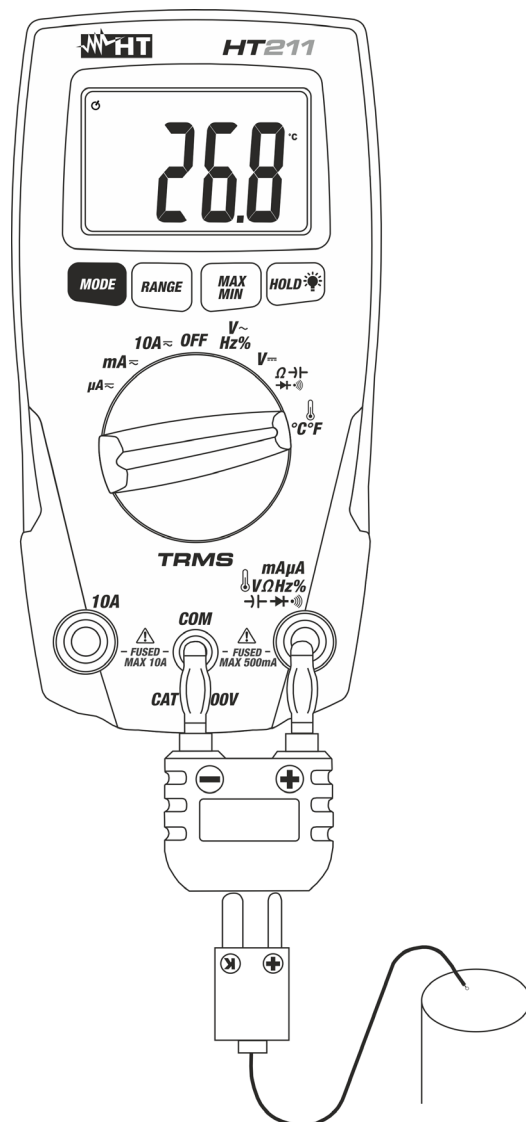

Fig. 8: Uso do instrumento para a Medição de Temperaturas
3. Inserir o adaptador fornecido nos terminais de entrada $\text{mA}\mu\text{A V}\Omega\text{Hz}\% \rightarrow \text{---} \rightarrow \text{---} \rightarrow \text{---}$ (polaridade +) e **COM** (polaridade +) (ver Fig. 8)